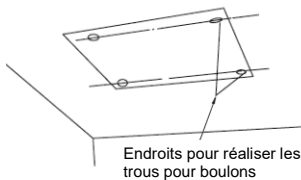

Fig. 5
- (1) À l'aide du gabarit d'installation, percez les quatre trous pour les boulons. (Fig. 5)